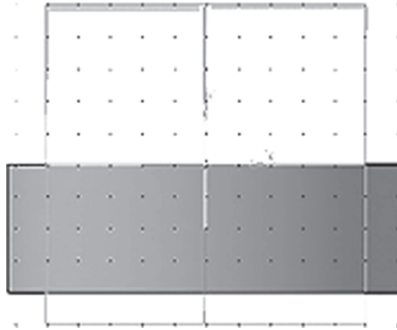

Рисунок 2.9
9. Для удаления материала из основания в дереве модели укажите вариант «Плоскость ZY» и щелкните на кнопке «Эскиз». Плоскость ZY станет параллельной экрану. Затем в появившейся компактной панели щёлкните на кнопке «Геометрия» для вызова соответствующей инструментальной панели (рис. 2.9).